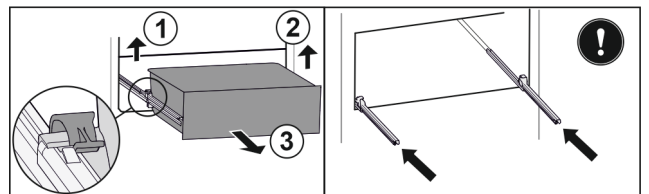

Fig. 142
- Ridicați clema din stânga și trageți concomitent sertarul din stânga spre înainte. Fig. 142 (1)
- Ridicați clema din dreapta și trageți concomitent sertarul din dreapta spre înainte. Fig. 142 (2)
- Extrageți sertarul spre înainte. Fig. 142 (3)